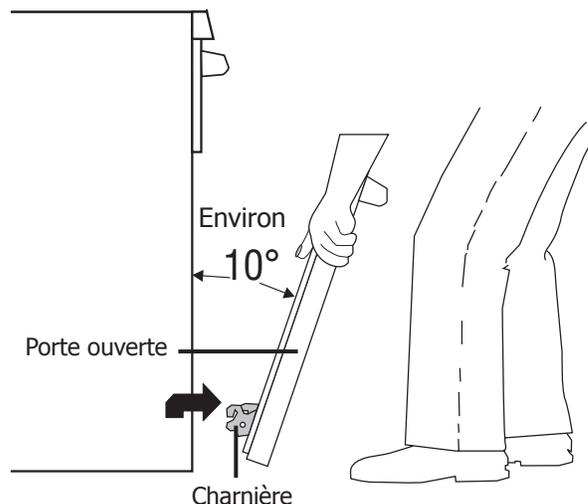

Figure 3
4. Agrippez fermement les deux côtés de la porte (N'UTILISEZ PAS la poignée de la porte - Voir figure 3).
1. Agrippez fermement les deux côtés de la porte (N'UTILISEZ PAS la poignée de la porte - Voir figure 3).
2. Dégagez les deux loquets des crochets des bras des charnières (Figure 3). Note: Assurez-vous que les supports de charnière sont bien en place avant de dégager les loquets des crochets des bras de charnière.